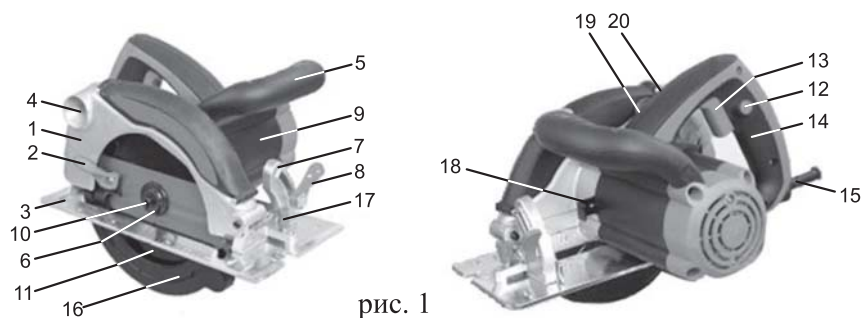

рис. 1
4.1 Общий вид пилы дисковой представлен на рис. 1